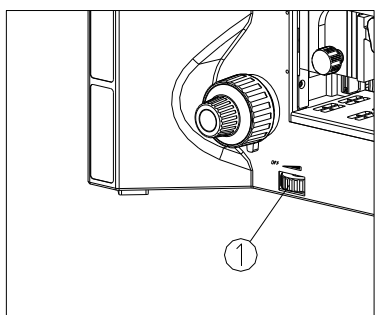

图 18
- (1) 接通电源，将显微镜主电源开关置于“—”（接通）状态。
- (2) 使用透射照明时，逆时针转动调光手轮①，听到“嘀嗒”声，将下照明灯源开启，然后调节调光手轮①，将照明亮度调到观察舒适为止。（如图 18）